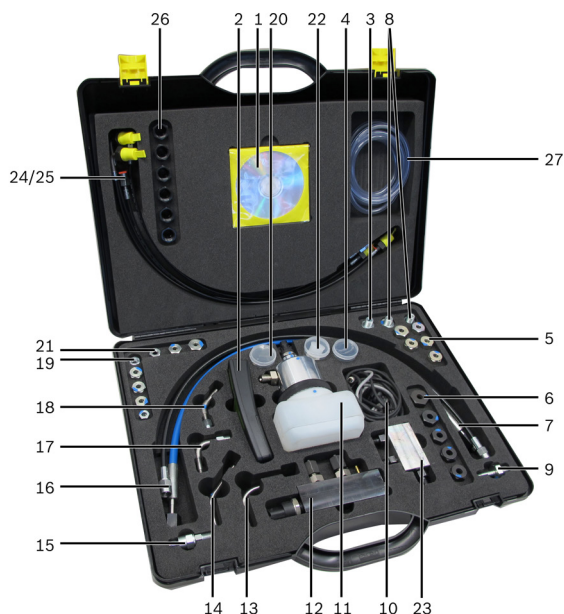

Abb. 1: Oversigt Diesel Set 3.1
Manometermodulet (fig. 1, pos. 11) tilsluttes vha den sorte .60 MPa-slangeledning direkte på højtrykpumpernes højtryktilslutning ved hjælp af højtryktilslutning. Dertil afmonteres højtrykledningen fra pumpen.
Manometeret (fig. 1, pos. 12) tilsluttes direkte på en højtryktilslutning på køretøjets rail med den blå 180 MPa slangeledning.